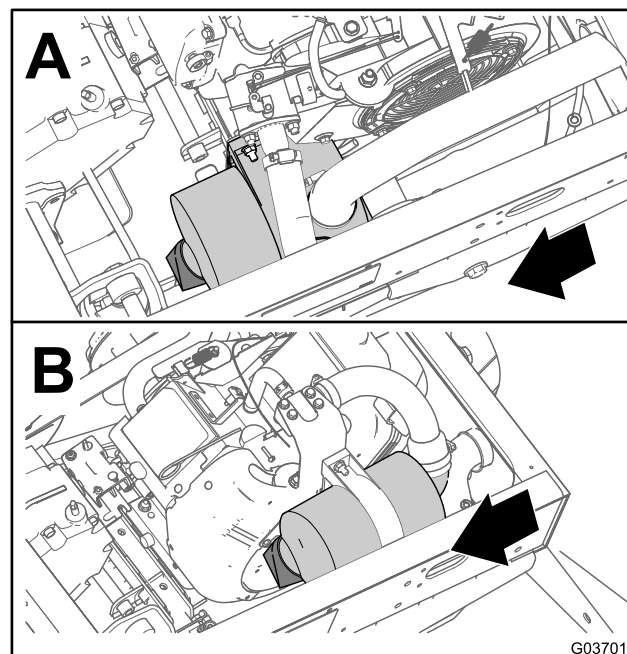
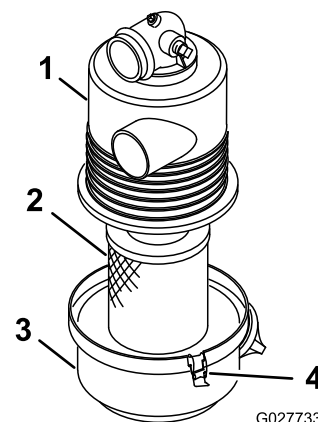

Figura 36
Figura 37
2. Inspeccione la carcasa del limpiador de aire en busca de desperfectos que pudieran causar una fuga de aire (Figura 36 y Figura 37).
3. Abra los enganches que sujetan la tapa del filtro de aire a la carcasa del filtro de aire (Figura 37).
4. Separe la tapa del filtro de aire de la carcasa del filtro de aire, y limpie el interior de la tapa (Figura 37).
3. Instale el elemento del filtro de aire en la carcasa del filtro de aire (Figura 37).
4. Alinee la tapa del limpiador de aire con la carcasa del limpiador de aire (Figura 37).
5. Sujete la tapa a la carcasa con los enganches (Figura 37).